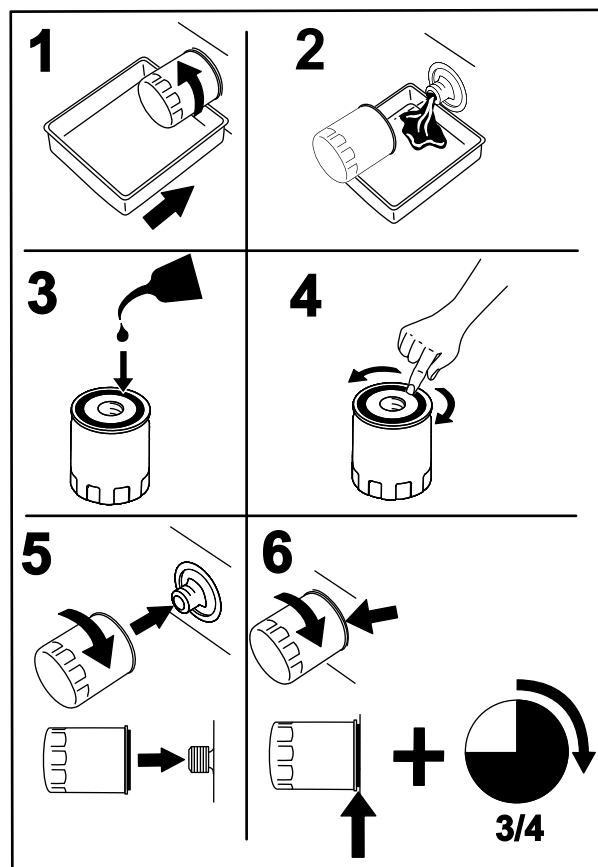

Figure 45
3. Remplacez le filtre à huile moteur (Figure 45).